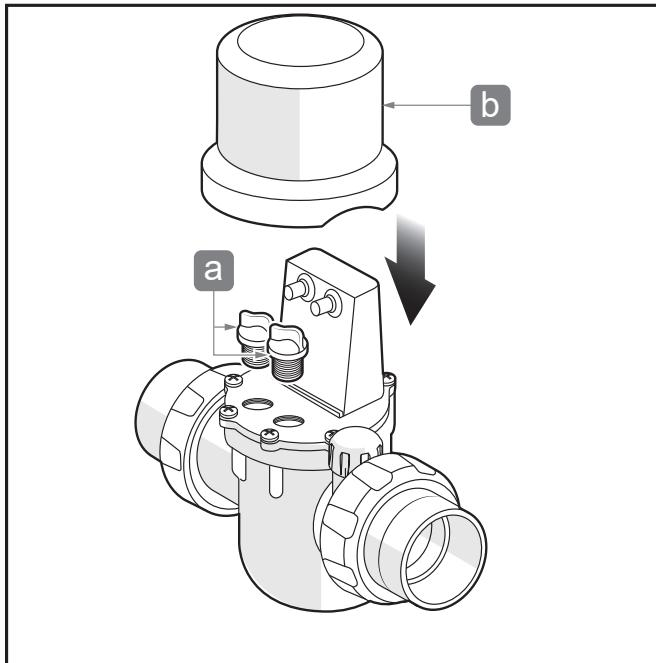

Figura 14. Instale los tapones y la tapa del sensor
10. Instale los tapones de los sensores en Jandy TruSense, consulte la Figura 14(a).
11. Instale la tapa superior de Jandy TruSense, consulte la Figura 14(b).